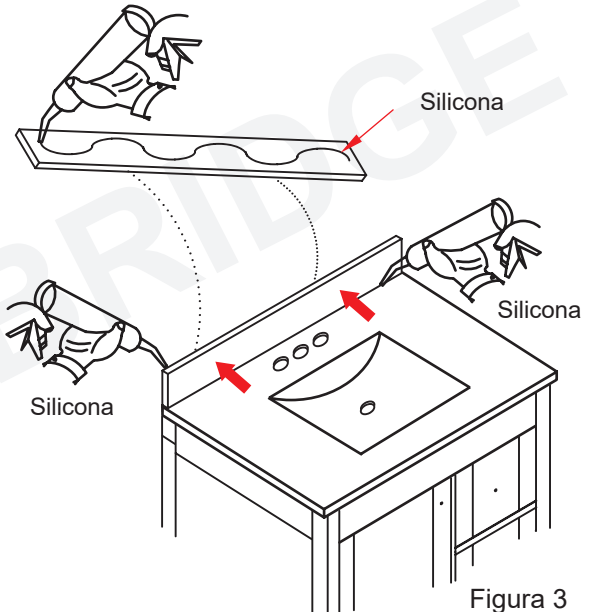

Figura 3
- 5) Coloque el respaldo centrada en la parte superior del tocador con su parte posterior presionada firmemente contra la pared. Figura 3.
- 6) Coloque una pequeña gota de silicona a lo largo del respaldo, donde se encuentra con la parte superior de la pared y el tocador, y alise el talón con un paño húmedo o un dedo. Figura 3